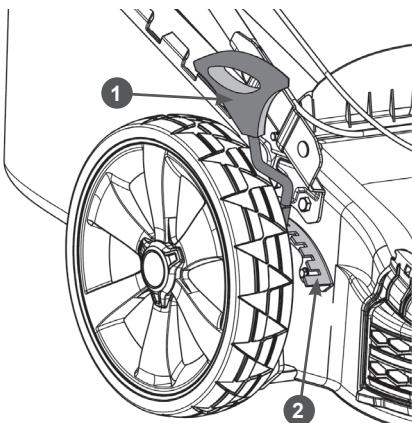

Рис. 13 Регулировка высоты скашивания
- A) выведите рычаг 1 регулировки из зацепления с зубчатым сектором 2 (Рис. 13);
- B) переместите рычаг 1 регулировки в требуемое положение и снова введите в зацепление рычаг и зубчатый сектор (Рис. 13).